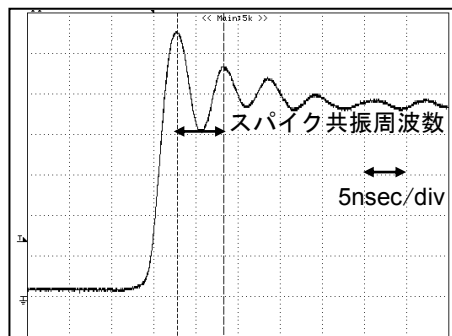

Figure 75. PWM 出力波形
- ① OUT 端子において、PWM 出力波形（立ち上がり時）のスパイク共振周波数  $f_1$  を、低容量プローブ（FET プローブ等）を使用して測定してください（Figure 75）。